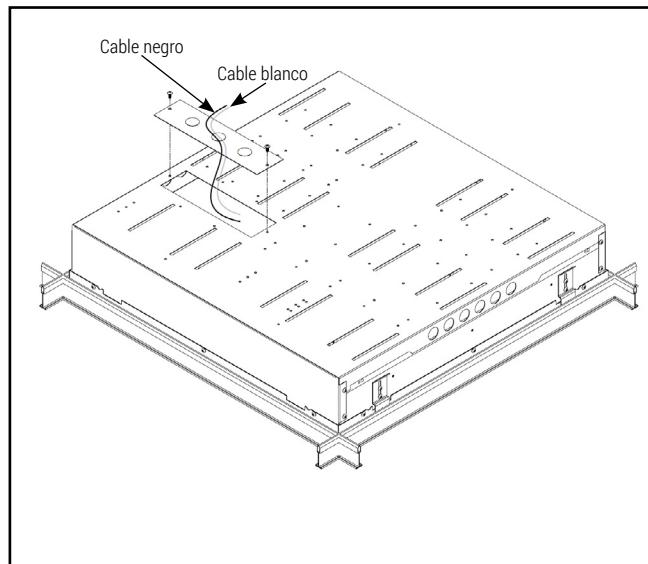

Figura 3.
2. Utilizando el orificio ciego de 0,875 in en la placa de acceso, introduzca el interruptor de la fuente de alimentación. (Figura 3)
4. Conecte el cable blanco y negro del cable flexible a la fuente de alimentación utilizando colores coincidentes. Conecte la tierra de la instalación a la tierra de la luminaria. (Figura 3)